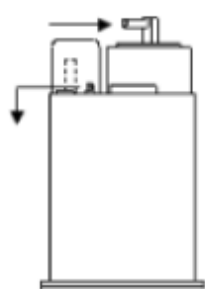
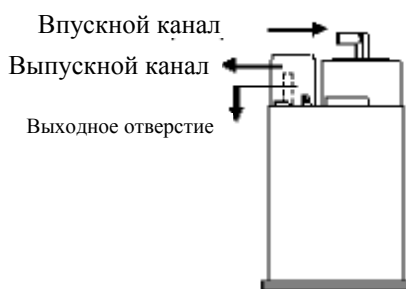

Рис. 53
Рис. 54
- (1) Визуально проверьте адсорбер на предмет трещин или повреждений (см. Рис. 53).
- (2) Проверьте работу адсорбера
- a. Закройте пробкой выпускное отверстие (см. Рис. 54).